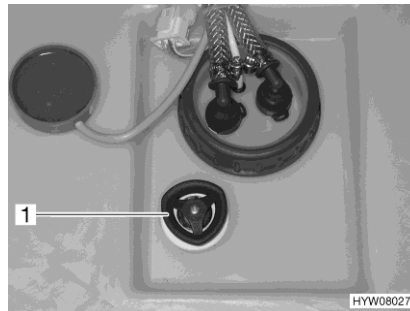

Bild 158 Ratt (vattentank)
Öppna: ■ Vrid ratten (Bild 158,1) på vattentanken 3/4-varv moturs. Vattnet rinner ut tills ca 20 liter är kvar.
Stänga: ■ Vrid ratten (Bild 158,1) på vattentanken medurs till stoppläget.
- Vrid ratten (Bild 158,1) på vattentanken moturs mot motståndet till stoppläget för att öppna utloppsöppningen helt.